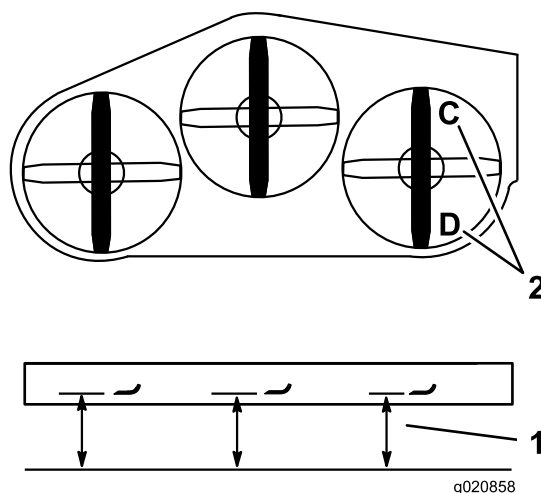

Figure 80
1. Tournez la lame droite dans le sens longitudinal (Figure 80).
2. Mesurez et notez la distance au point **C** entre la surface plane et le tranchant de la pointe de la lame droite (Figure 80).
3. Mesurez et notez la distance au point **D** entre la surface plane et le tranchant de la pointe de la lame droite (Figure 80).
Remarque: La lame doit être plus basse de 6 à 10 mm ($\frac{1}{4}$ à $\frac{3}{8}$ po) au point **C** qu'au point **D** (Figure 80). Si ce n'est pas le cas, passez aux opérations suivantes.
2. Tournez la lame droite dans le sens longitudinal (Figure 80).